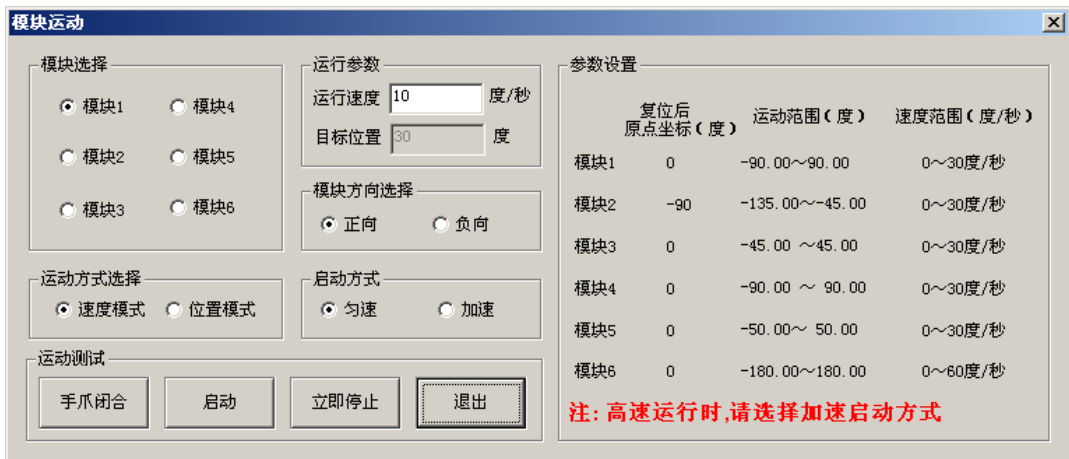

图 1-4 模块运动界面
7、点击主界面“模块运动”按钮，出现如图 1-4 所示界面；